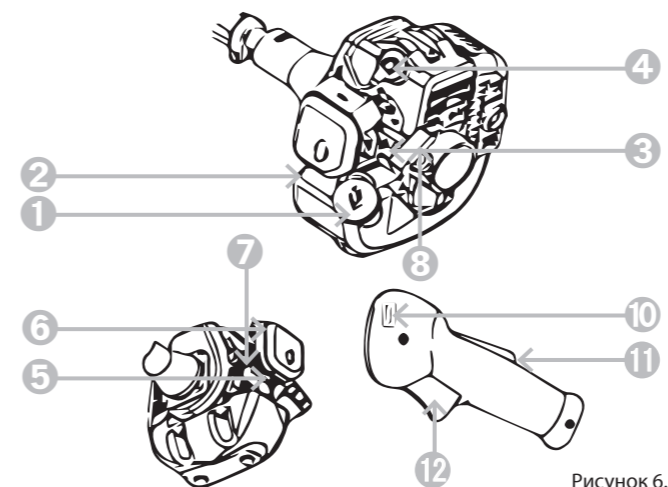

Рисунок 6.
- 2 Заполните топливный бак (2) (см. рис. 6) и надежно закрутите крышку (1).
- 3 Установите рычаг положения дроссельной заслонки (3) в положение «закрыто».
- 4 Закачайте топливо в карбюратор (7), нажав несколько раз на кнопку подкачки топлива (5).
- 5 При помощи рычага акселератора (12) и клавиши блокировки акселератора установите переключатель (10) в положение «старт».
6. Резко потяните за ручку пускового троса стартера (8), предварительно устранив свободный ход. Повторять до момента первого характерного выхлопа через глушитель.
7. Переводите рычаг регулировки положения дроссельной заслонки (3) в положение «открыто».
9. При однократном нажатии на клавишу блокировки акселератора (11) и рычага акселератора (12) двигатель переведется в режим холостых оборотов. Частота вращения инструмента регулируется нажатием на рычаг акселератора. Когда двигатель работает на холостых оборотах, режущий инструмент не должен вращаться.
Для выключения двигателя надо перевести переключатель (10) (см. рис. 6) в положение «ВЫКЛ». Двигатель заглохнет. После остановки на непродолжительный период времени двигатель можно запустить при открытом положении дроссельной заслонки.